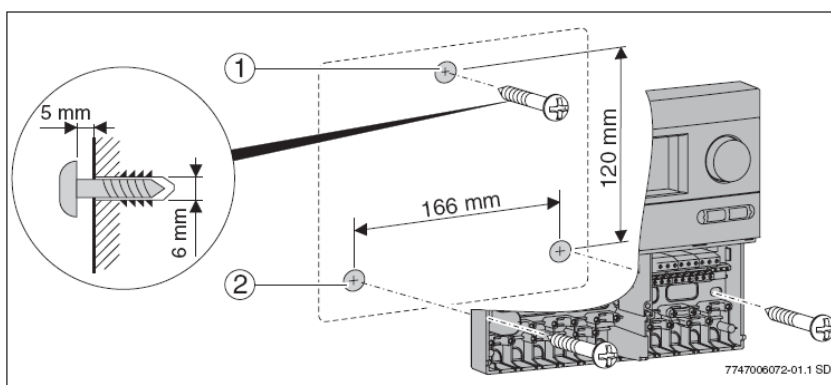

Рис. 3 Настенный монтаж регулятора
- Просверлить верхнее отверстие (→ Рис. 3, Поз. 1) и закрутить прилагаемый винт примерно на 5 мм.
- Сделать разметку для нижних крепёжных отверстий (→ Рис. 3, Поз. 2), просверлить отверстия и вставить дюбели.